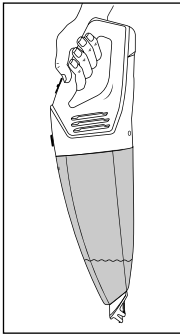

Abb. 3
- ▶ Wenn Sie Flüssigkeiten aufgesaugt haben, tragen Sie das Gerät immer mit der Nasssaugdüse **1** nach unten weisend (siehe Abb. 3):